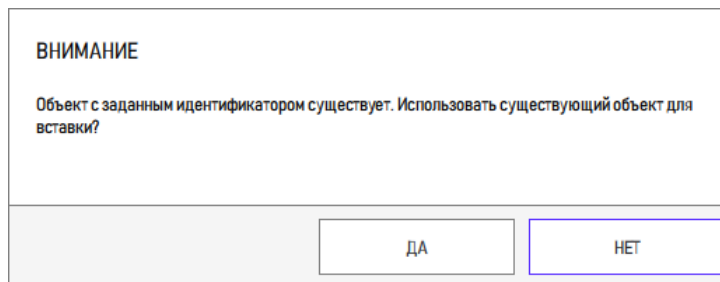

Рисунок 143 – Сообщение о существовании объекта с указанным идентификатором
10) Если объект с таким обозначением уже есть в БД, то открывается информационное сообщение (рисунок 143).